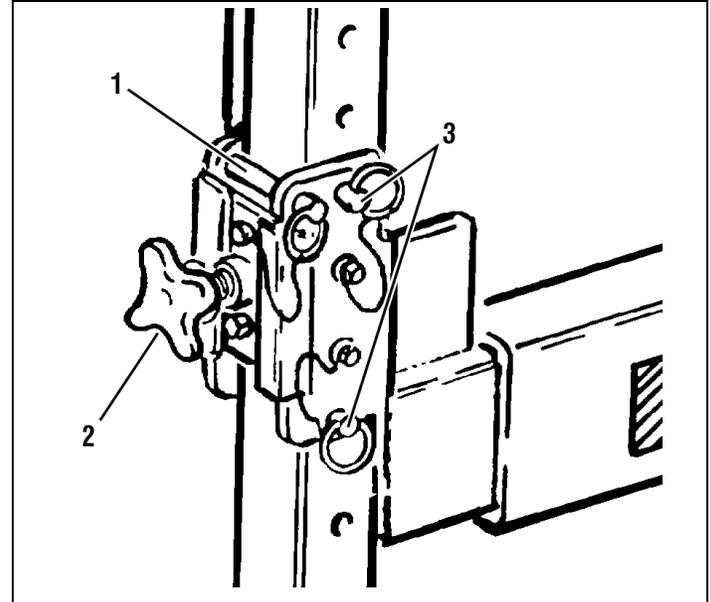

Figura 5-5. Corrimão de elevação lateral - Cavilhas de libertação rápida.
2. Soltar os parafusos de ajuste nas tampas do suporte de ajuste (*Ver Figura 5-5.*).
4. Remover **APENAS** as duas (2) **CAVILHAS DE LIBERTAÇÃO RÁPIDA DO CORRIMÃO LATERAL** instaladas em cada suporte de ajuste do corrimão de elevação lateral e os corrimões verticais de suporte do pórtico nos quatro (4) cantos da extensão do pórtico. (Ver Figura 5-5.)
*** NÃO REMOVER A CAVILHA DA TAMPA DO SUPORTE DE AJUSTE ATÉ A MÁQUINA AM ESTAR COMPLETAMENTE REBAIXADA NO SOLO SOBRE OS RESPECTIVOS RODÍZIOS E OS SUPORTES DO PÓRTICO ESTAREM DESMONTADOS DOS CORRIMÕES LATERAIS. (VER Figura 5-5.)**